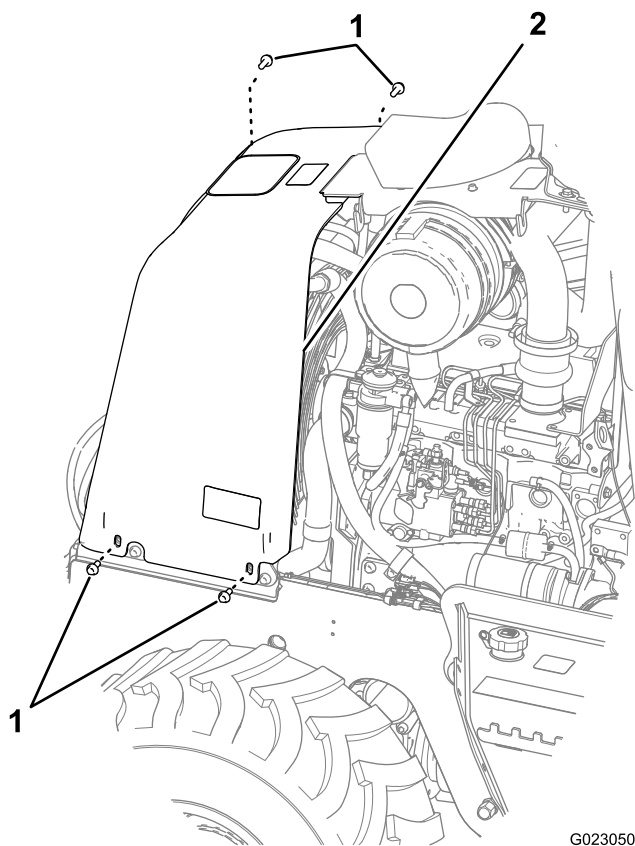

Figura 40
- 3. Remova os 4 parafusos na parte inferior do painel, do lado esquerdo e direito (Figura 40).